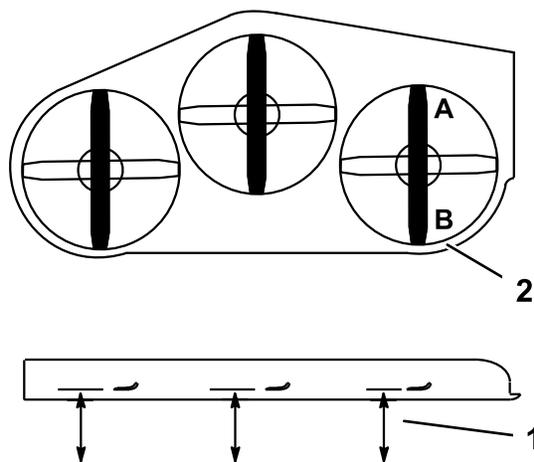

Figura 81
1. Coloque la cuchilla **derecha** en posición longitudinal (Figura 81).
2. Mida la cuchilla derecha en la posición **A** desde una superficie nivelada hasta el filo de corte del extremo de la cuchilla (Figura 81).
4. Mida la cuchilla derecha en la posición **B** desde una superficie nivelada hasta el filo de corte del extremo de la cuchilla (Figura 81).
6. La cuchilla del cortacésped debe estar entre 6 y 10 mm (1/4–3/8 pulg.) más baja en la posición **A** que en la posición **B** (Figura 81). Si no es correcta la distancia, continúe con los pasos siguientes.